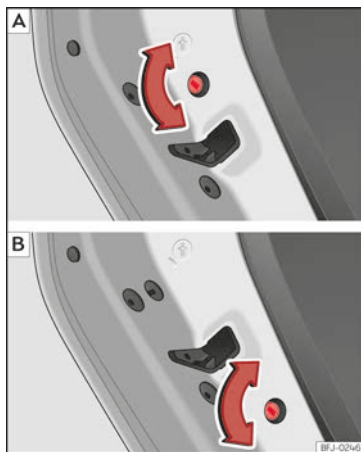

Abb. 55 Kindersicherung in der linken Tür (symmetrisch in der rechten Tür). Je nach Version oder Land ist im Fahrzeug die Modellvariante **A** oder **B** verbaut.
- Drehen Sie bei geöffneter Tür den Schlitz mit dem Fahrzeugschlüssel an den linken Türen im Uhrzeigersinn **»»» (Abb. 55)** und bei den rechten Türen gegen den Uhrzeigersinn.
- Drehen Sie bei geöffneter Tür den Schlitz mit dem Fahrzeugschlüssel an den linken Türen gegen den Uhrzeigersinn **»»» (Abb. 55)** und bei den rechten Türen im Uhrzeigersinn.